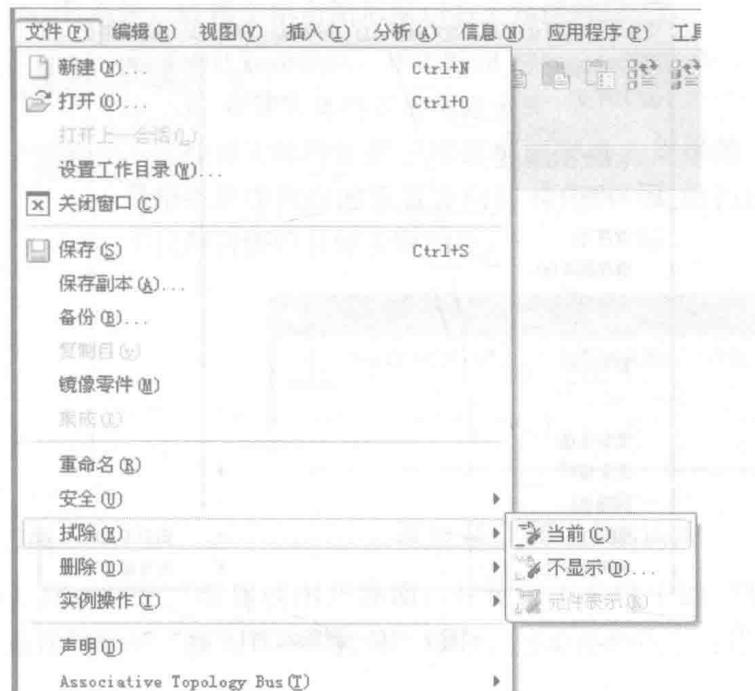
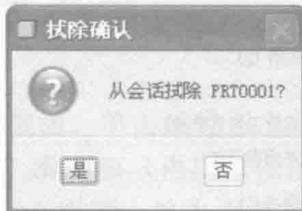
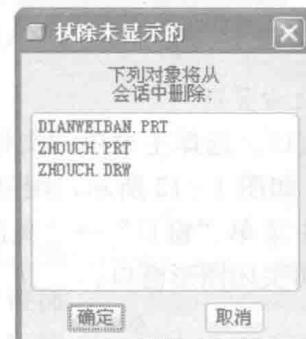

图 1-6 清除内存文件
图 1-7 【拭除确认】对话框
图 1-8 【拭除未显示】对话框
(1) 清除内存文件。选择主菜单“文件”→“拭除”，如图 1-6 所示。在子菜单中选择“当前”命令，弹出【拭除确认】对话框，如图 1-7 所示，单击按钮 ，则清除内存中的当前图形文件；若选择“不显示”命令，则会弹出【拭除未显示的】对话框，如图 1-8 所示，单击按钮 ，则会清除内存中存在的所有文件。